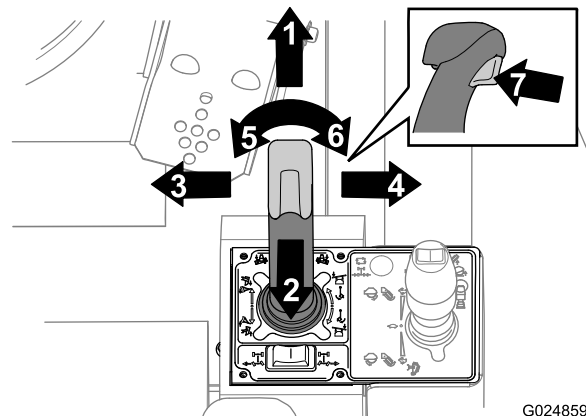
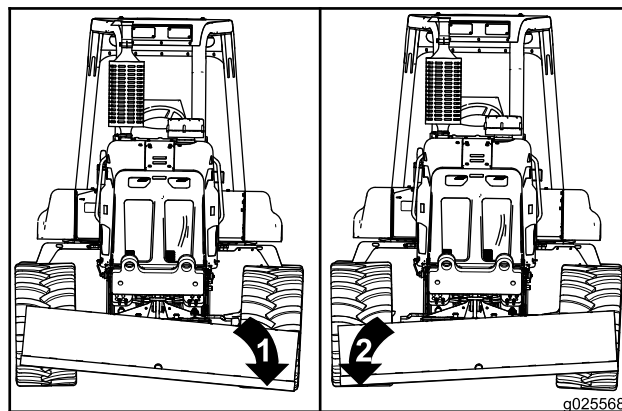
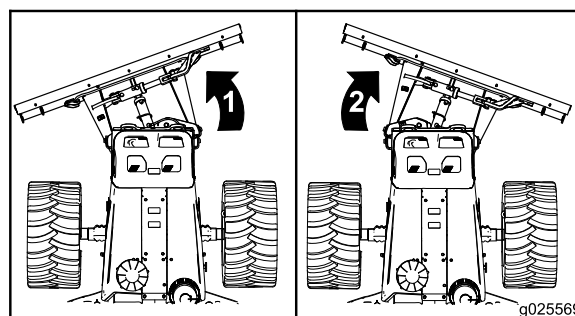

Рисунок 53
Рисунок 56
Рисунок 57
Используйте отвал обратной засыпки, чтобы вернуть вынутый грунт обратно в траншею. Управление отвалом обратной засыпки осуществляется с помощью джойстика отвала обратной засыпки / вибрационного плуга. Используйте джойстик, спусковой механизм и клавишный переключатель, как показано на Рисунок 53.
- Наклон отвала обратной засыпки вниз и влево: Переместите джойстик влево и в направлении к себе (Рисунок 53 и Рисунок 56).
- Наклон отвала обратной засыпки вниз и вправо: Переместите джойстик вправо и от себя (Рисунок 53 и Рисунок 57).
- Угловое смещение отвала обратной засыпки влево: Нажмите левую половину клавишного переключателя (Рисунок 57).
- Угловое смещение отвала обратной засыпки вправо: Нажмите правую половину клавишного переключателя (Рисунок 57).
- Удержание отвала обратной засыпки: держите джойстик в положении «Удержание» («Нейтральное») (Рисунок 53).
- Включение плавающего режима отвала обратной засыпки: нажмите триггер (Рисунок 53).